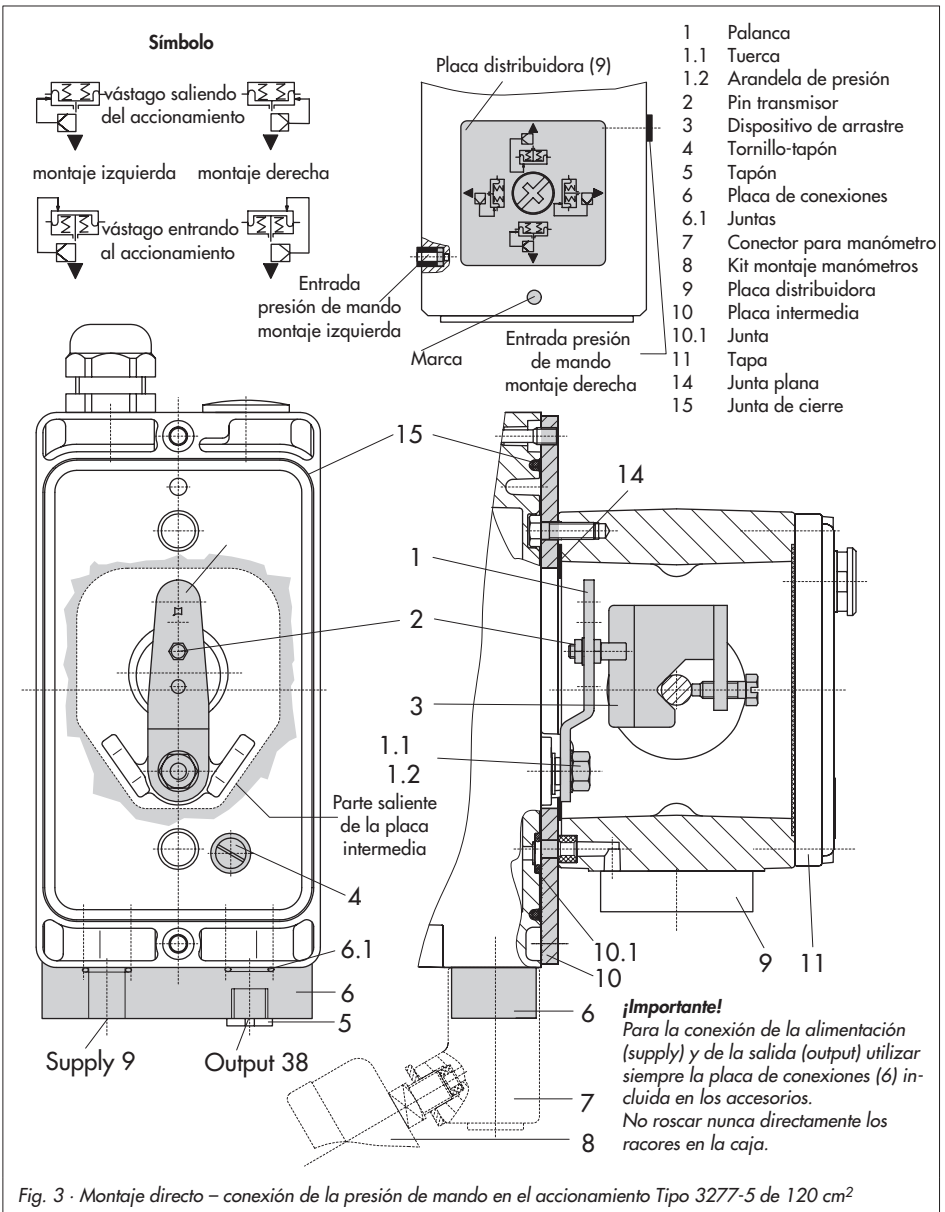

Fig. 3 · Montaje directo – conexión de la presión de mando en el accionamiento Tipo 3277-5 de 120 cm²
4. Fijar la placa intermedia (10) con la parte saliente más estrecha (fig. 3 izquierda) hacia la conexión de la presión de mando, la junta plana (14) tiene que quedar del lado del puente del accionamiento.
5. **Carrera 15 mm:** el pin (2) de la palanca **M** (1) en la parte posterior del posicionador se deja en la posición **35** (estándar).